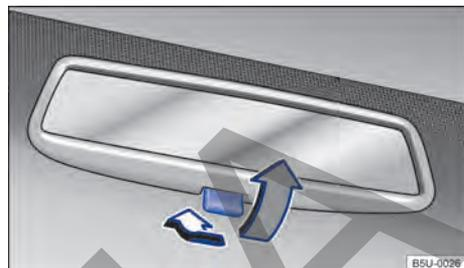

Fig. 67 Retrovisor interior con antideslumbrante manual.
- Posición de noche: tirar de la palanca → fig. 67 (flecha gris), para evitar el deslumbramiento de los faros de los vehículos que circulan detrás.